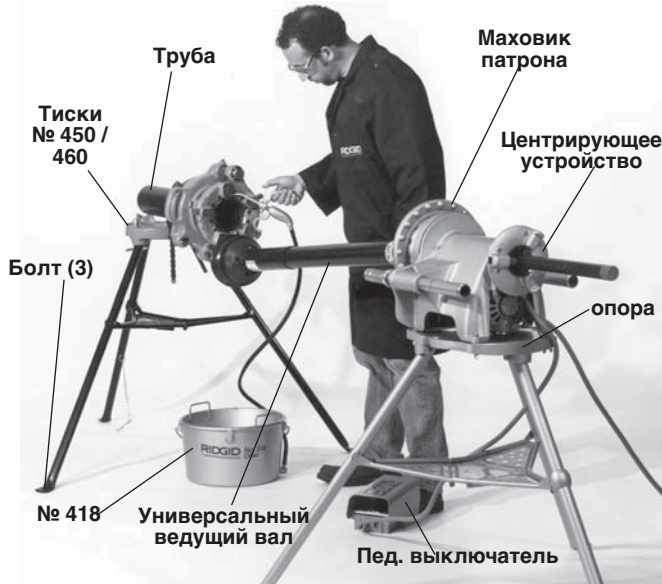

Рисунок 22 – Нарезание резьбы с помощью головок № 141 и 161 с ЗП с использованием универсального ведущего вала № 840А
- Вставьте длинный шестигранный конец универсального ведущего вала в передний патрон силового привода. Затяните маховик переднего патрона силового привода (рисунок 22).
- Расположите цепные тиски на одной линии, на одном уровне и на расстоянии, примерно равном длине универсального ведущего вала, от переднего патрона силового привода (рисунок 22).